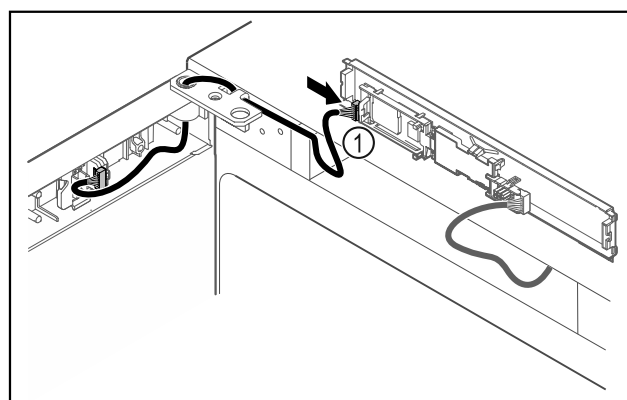

Fig. 40
- Collegare il connettore Fig. 40 (1) sulla scheda.